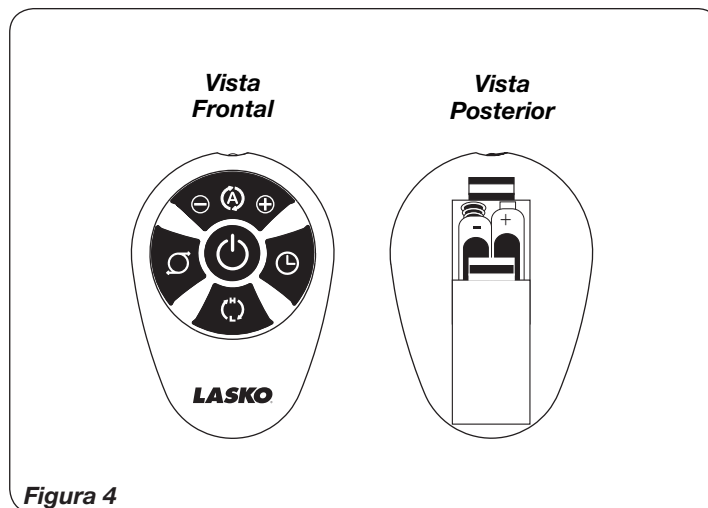

Figura 4
CONTROL REMOTO (Figura 4)
1. Instale las dos baterías “AAA” provistas. (Figura 4)